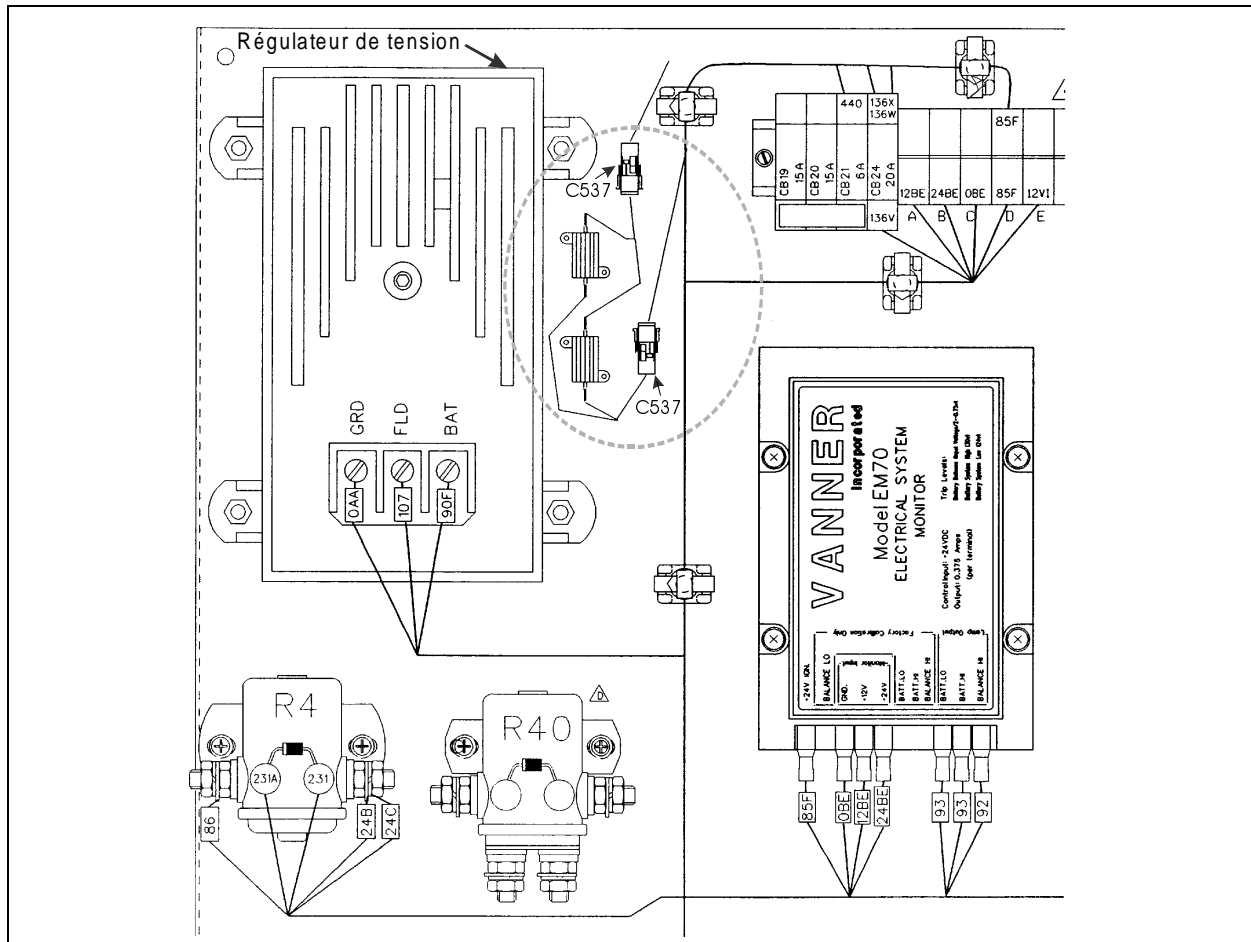

Figure 2 : Montage final des résistances dans le compartiment principal d'alimentation applicable aux véhicules H3, du V1779 jusqu'au W2218.
2. Fixer les résistances #064907 au panneau électrique, à la droite du régulateur de tension, tel qu'illustré à la figure 2. Percer des trous de 2-3 mm (3/32 po) de diamètre à l'aide d'une mèche « A » pour y insérer les vis;